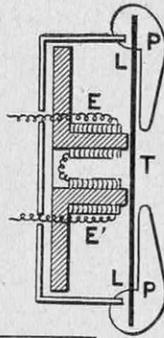
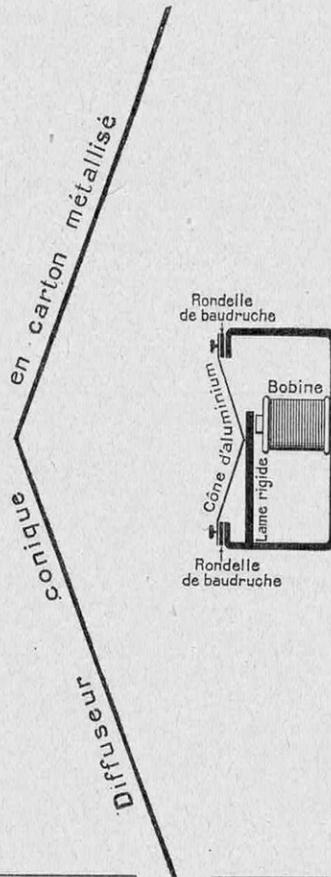

FIG. 9. — PRINCIPE DE L'ÉCOUTEUR
FIG. 10. — PRINCIPE DU HAUT-PARLEUR
L'écouteur (fig. 9), qui n'est autre chose que le « récepteur » des installations téléphoniques, se compose de deux électros *EE'*, qui ont comme armature une lame vibrante en fer *LL*, placée derrière un pavillon *PP* en ébonite, lequel est percé d'un trou central *T*. Les courants variables attirent plus ou moins la lame *L*, et l'appareil reproduit les
Un haut-parleur se compose d'un écouteur plus ou moins modifié; dans le modèle schématisé par la figure 10, les courants qui traversent l'électro font vibrer la lame rigide, qui entraîne le cône d'aluminium; le diffuseur est fait d'une matière qui ne vibre pas (1) (soie, carton métallisé, ...). Les haut-parleurs doivent remplir tout un ensemble de conditions, difficilement compatibles : reproduire avec le même rendement tous les sons, depuis les plus graves jusqu'aux plus aigus, mieux émettre les sons faibles que les sons forts, transmettre les sons les plus intenses sans déformation, n'introduire aucun son parasite (en particulier, éviter le *cloc* à chaque attaque). Le perfectionnement des haut-parleurs est en bonne voie de réalisation.
Un haut-parleur comprend toujours un écouteur (fig. 9) plus ou moins modifié : la lame rigide vibre sous l'influence des courants qui traversent l'électro et elle entraîne le cône d'aluminium ; le rayonnement sonore, ainsi émis, se réfléchit sur le diffuseur.
Cet appareil est entraîné par un moteur électrique : il a pour effet de relier les deux bornes d'un écouteur (fig. 9) ou d'un haut-parleur (fig. 10) successivement aux deux pôles + et - du secteur à courant continu : il en résulte des attractions et des répulsions, c'est-à-dire finalement un son, dont la fréquence dépend du nombre de lames du commutateur et de sa vitesse de rotation.
Ce montage permet vraiment de fabriquer de la musique artificielle sans autre organe mobile que la lame de l'écouteur (fig. 9). Lorsque le condensateur est d'un microfarad et la self de 6 dixièmes d'henry, l'écouteur émet le *la* normal (435 cycles, fig. 4).
oscillant — constitué par une self et un condensateur — est susceptible de faire osciller les électrons avec une fréquence qui dépend de la self de la bobine (exprimée en henrys) et de la capacité du condensateur (exprimée en microfarads). Et c'est grâce à l'association — à la « symbiose », pourrait-on dire — du circuit oscillant et de la triode que les oscillations propres du circuit ne sont plus amorties (fig. 8, milieu), mais entretenues (fig. 8, haut) : la triode permet donc à l'écouteur (fig. 9) d'émettre des sons durables, voire prolongeables indéfiniment.